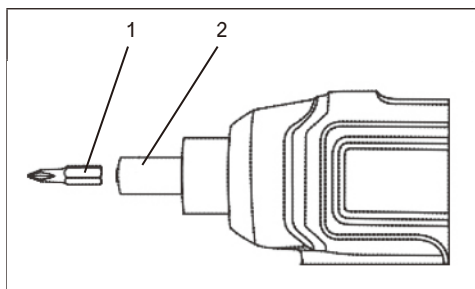

Fig. 4
1. Insérez l'embout du tournevis (1) dans le collet (2) jusqu'à ce que l'embout soit solidement maintenu dans le collet par le collet magnétisé (Fig. 4).